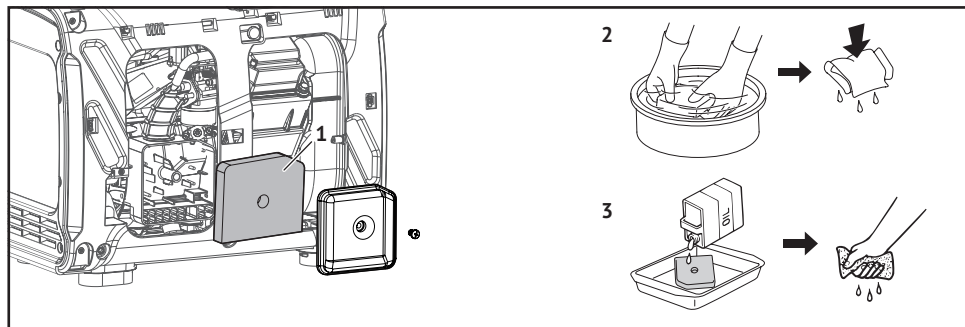

Рис. 13
- Снимите крышку корпуса и извлеките фильтрующий элемент (1), рис. 13.